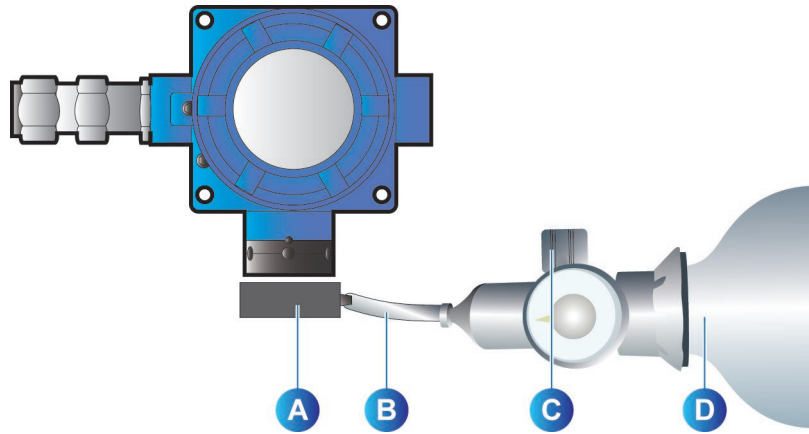

Figura 12: Puesta a cero y sensibilidad (OLC 100).
2. Colocar la cubierta de calibración sobre el cabezal de detección (Figura 12, rep. A).